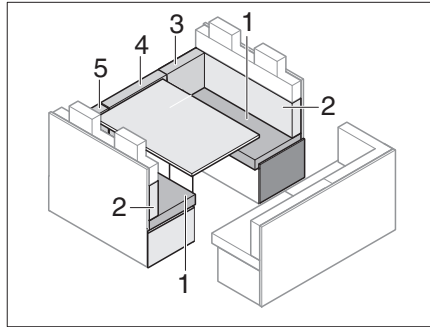

Fig. 190 Prima della trasformazione
- Rimuovere i cuscini dello schienale (Fig. 190,3,4 e 5) e riporli di lato.